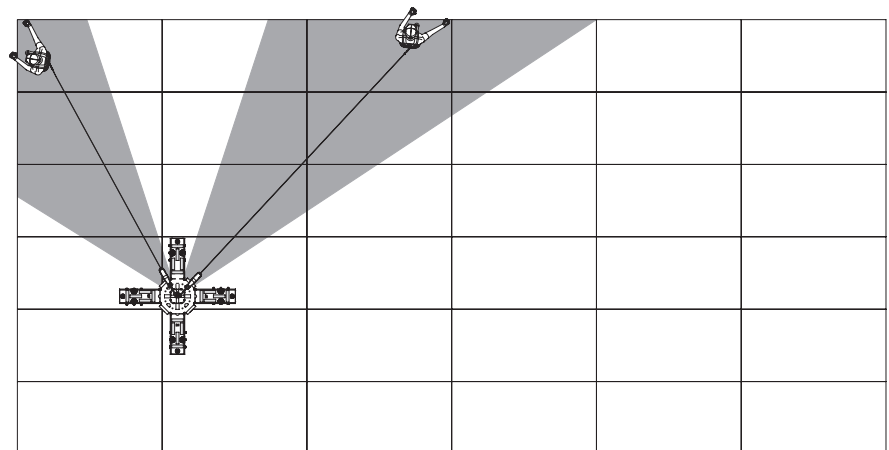

Abb. A2.08
- Bei einem Sturz muss die Krafteinleitung immer auf kürzestem Weg zwischen Absturzkante und Anschlagpunkt erfolgen! Bei seitlich zum Anschlagpunkt versetzter Arbeitsposition besteht die Gefahr eines Pendelsturzes. Durch einen Pendelsturz erhöht sich der benötigte Freiraum unterhalb der Standfläche! SKYANKER UNIVERSAL so platzieren, dass Pendelstürze vermieden werden, SKYANKER UNIVERSAL gegebenenfalls öfter umsetzen. Abb. A2.08 zeigt die für einen Pendelsturz gefährlichen Bereiche.